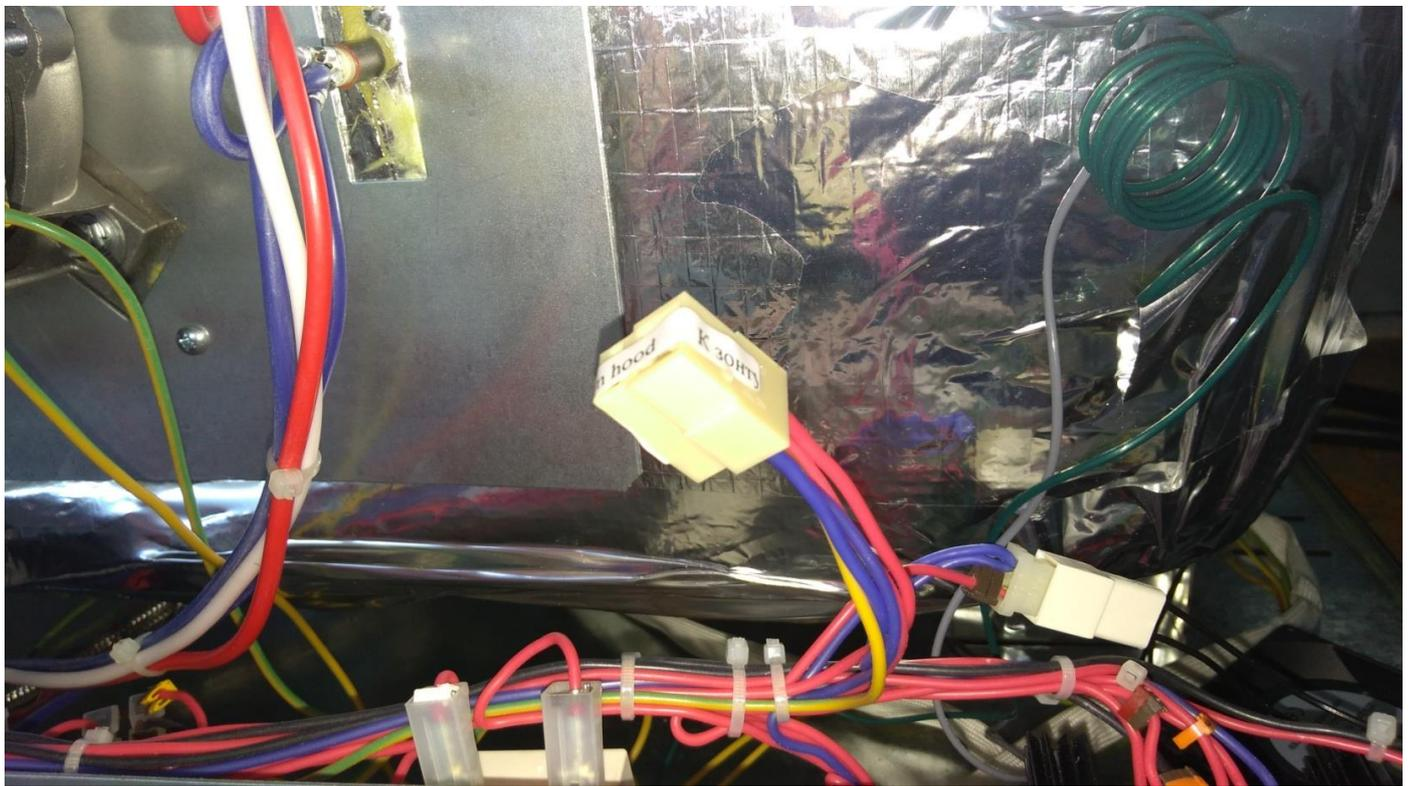

Рис. 1 Место подключения шнура питания зонта к колодке 45 7373 9005 печи
- коричневый (красный), синий и желто-зеленый провода шнура питания зонта с наконечниками (Шз) установить в колодку 45.7373.9006 из комплекта, при этом соблюдая цветовое соответствие проводов шнура питания в колодке 45.7373.9006 проводам колодки 45.7373.9005 печи КЭП-4 (рис.1) (желто-зеленый провод шнура питания должен соединяться с желто-зеленым проводом печи, синий провод шнура питания с синим проводом печи и т.д.);